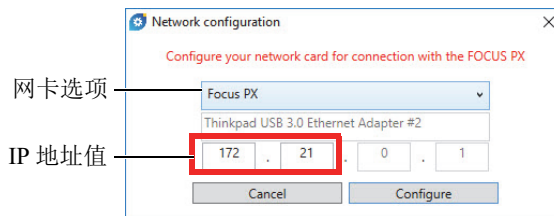

图 5-3 选择要配置的网卡
- 在 **Network Configuration**（网络配置）对话框中，选择用于 FOCUS PX 通讯的网卡（参见第 24 页的图 5-3）。